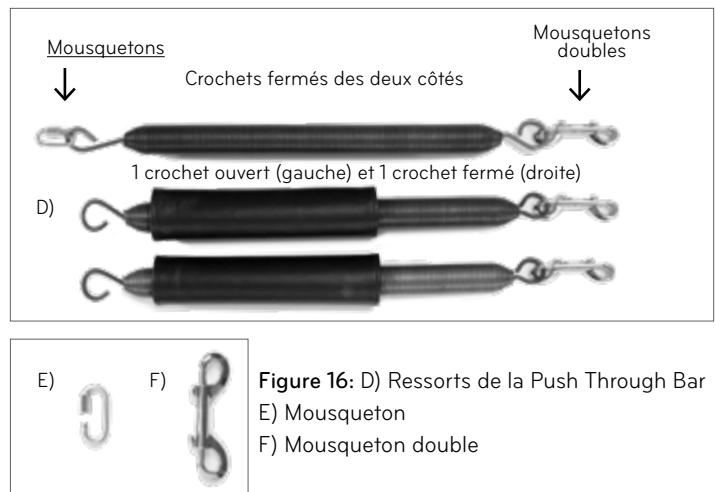

Figure 16: D) Ressorts de la Push Through Bar
9. Attachez le ressort Push Through Bar à l'aide du mousqueton à l'un des anneaux de levage du tube supérieur. Les (2) autres ressorts de la Push Through Bar s'attacheront aux anneaux de levage du cadre du Reformer grâce aux crochets. Reportez-vous à la figure 16